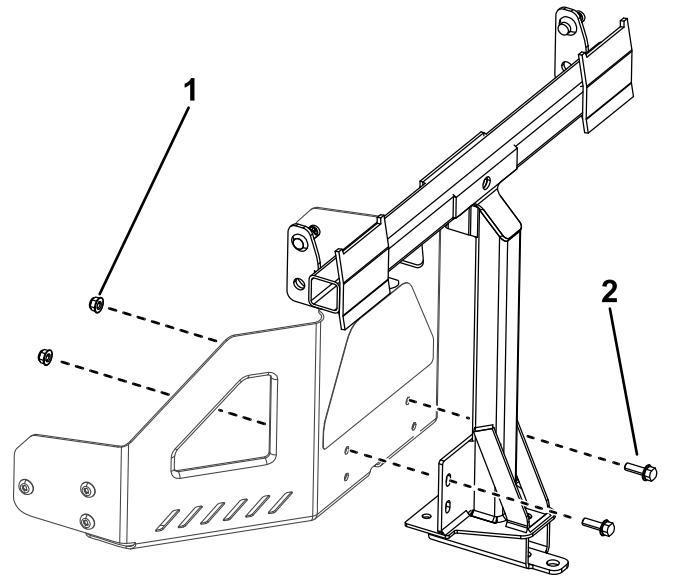

図 8
2. ピボットフレームを機体フレームに、図 8のように取り付ける。ピボットフレームを固定するボルト5/16 x 1"2本とロックナット5/16"2個を使用する。